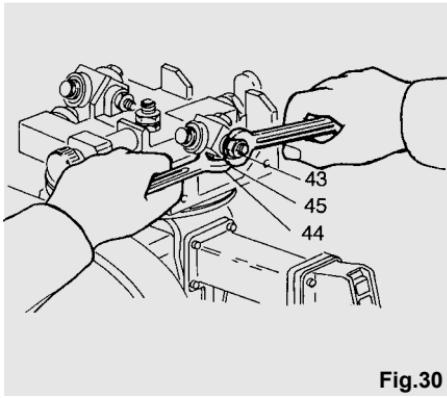

Fig.30
Vognens slør under glidning på skinnerne fjernes under afprøvning på fabrikken. Hvis der opstår slør efter transport eller efter længerevarende brug, skal dette slør fjernes i overensstemmelse med følgende vejledning (se fig. 30): slæk møtrikken (43) med den medfølgende nøgle, og indstil ved hjælp af skruen (44) efter at kontramøtrikken (45) er blevet slækket. Stram kontramøtrikken (45), når indstillingen er afsluttet, og derefter møtrikken (43). Disse handlinger skal udføres samtidigt på begge vognens enheder, fordi de har indbyrdes indvirkning.